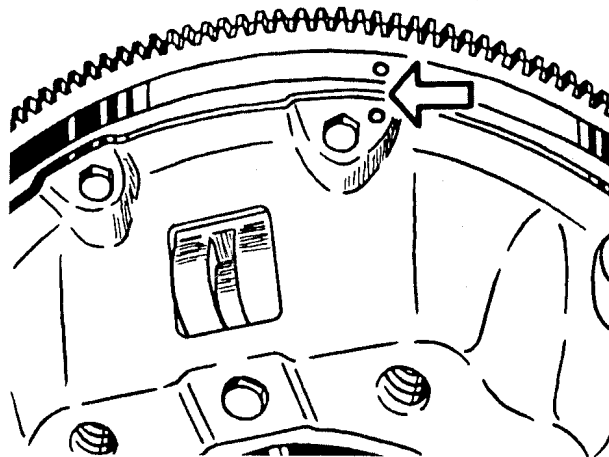

Рис.87. Расположение меток на маховике и кожухе сцепления
- привернуть к маховику нажимной диск сцепления с кожухом в сборе, предварительно отцентрировав ведомый диск сцепления при помощи шлицевой оправки (в качестве оправки можно использовать первичный вал коробки передач) по подшипнику в заднем торце коленчатого вала. Метки «0», выбитые на кожухе нажимного диска и маховике около одного из отверстий для болтов крепления кожуха, должны быть совмещены (рис.87). Затяжку болтов крепления кожуха производить с крутящим моментом $19,6 \dots 24,5 \text{ Н}\cdot\text{м}$ ($2 \dots 2,5 \text{ кгс}\cdot\text{м}$).